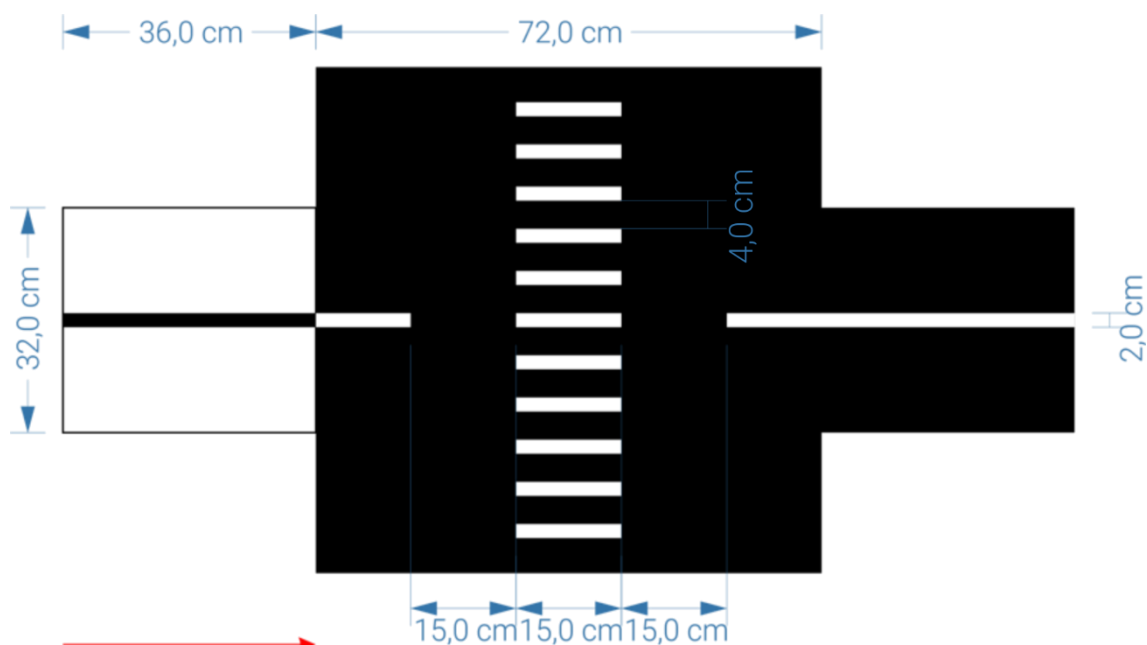

Figura 6. Faixa de pedestres.
~~c) O desafio da faixa de pedestres (Figura 6) será indicado com a ocorrência de uma inversão completa das cores da pista (a pista se tornará branca e a linha preta), com comprimento mínimo de 36,0 cm. Após a inversão a pista volta à suas cores normais (pista preta com linha branca). Haverá, então, uma interrupção de 15,0 cm na linha do percurso, antes e depois da ocorrência da faixa de pedestres em si. Concluirá este desafio o robô que parar antes da faixa de pedestres, com alguma parte do robô sobre a peça preta de 72,0 cm de comprimento por, pelo menos, 5 (cinco) segundos.~~
d) O desafio da faixa de pedestres (Figura 6) será indicado com a ocorrência de uma inversão completa das cores da pista (a pista se tornará branca e a linha preta), com comprimento mínimo de 36,0 cm. Após a inversão a pista volta à suas cores normais (pista preta com linha branca). Haverá, então, uma interrupção de 15,0 cm na linha do percurso, antes e depois da ocorrência da faixa de pedestres em si. O intervalo entre as faixas da pista de pedestre é de 4 cm, as linhas seguem o padrão de indicador de percurso. Concluirá este desafio o robô que parar antes da faixa de pedestres, com alguma parte do robô sobre a peça preta de 72,0 cm de comprimento por, pelo menos, 5 (cinco) segundos.